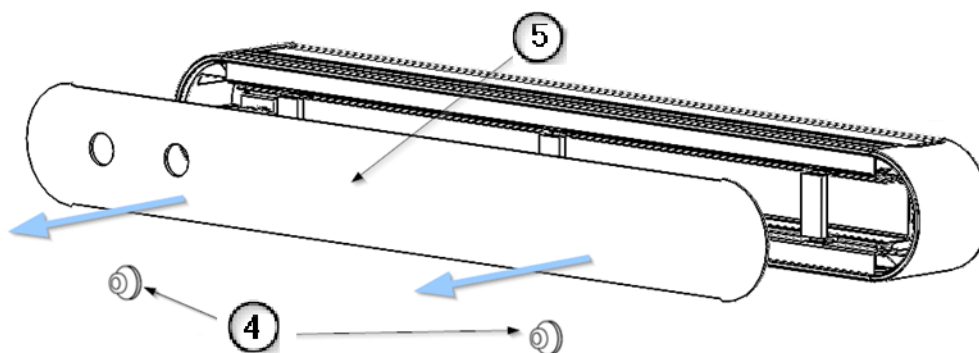

Fig. 3 Démontage du panneau avant
- Retirer les vis M4 x 8 DIN 7505 (3) qui fixent les pattes de serrage du panneau avant (2). Le support (1) est fixé au panneau avant.
- Retirer le couvercle avant (5) à l'aide de deux ventouses (4) comme indiqué dans la figure 3 pour révéler les entrées de gaz préinstallées sur l'appareil.